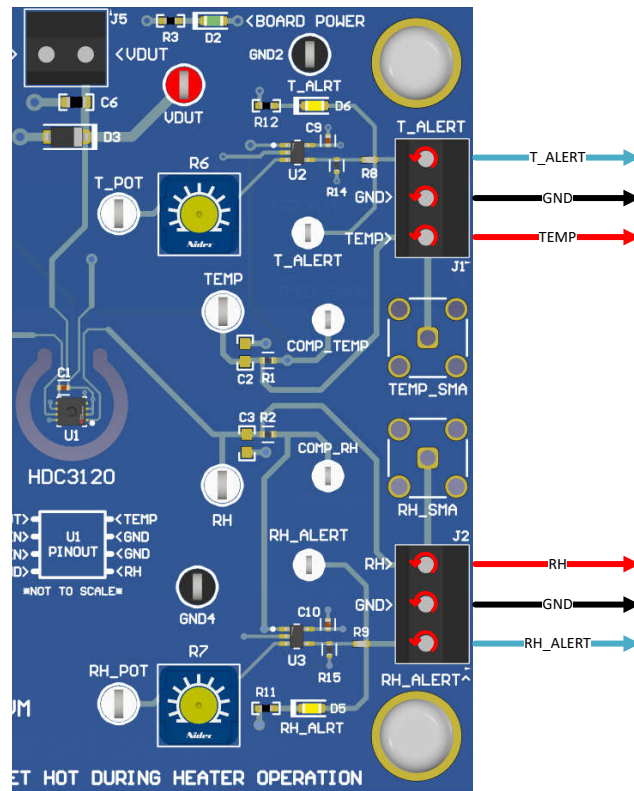

图 3-4. HDC3120EVM 输出
1. 使用跳线将 HDC3120EVM 的 TEMP 输出连接到 BOOSTXL-ADS7142-Q1 EVM BoosterPack™ 上的 AIN0 输入，如 图 3-4 所示。